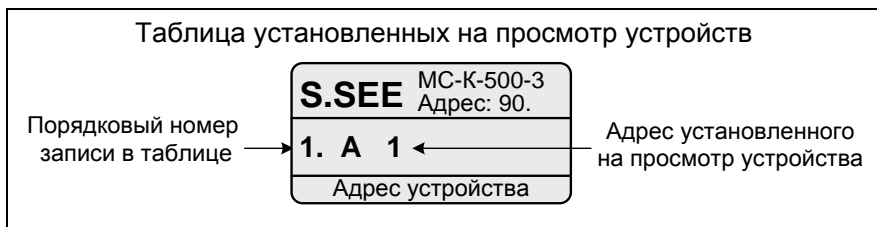

Рисунок 17
3.7.6.2 На табло в основном поле отображается (рисунок 17):